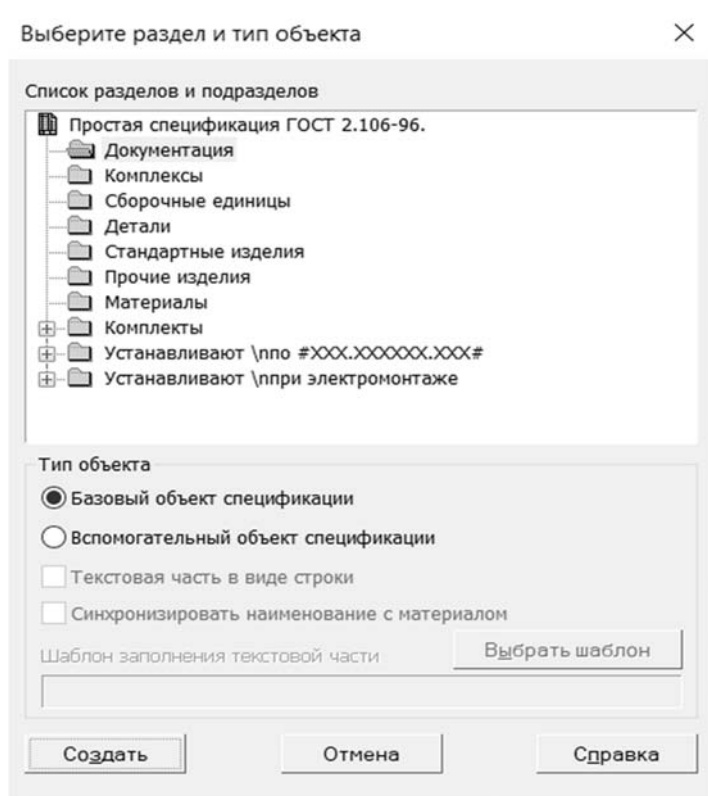
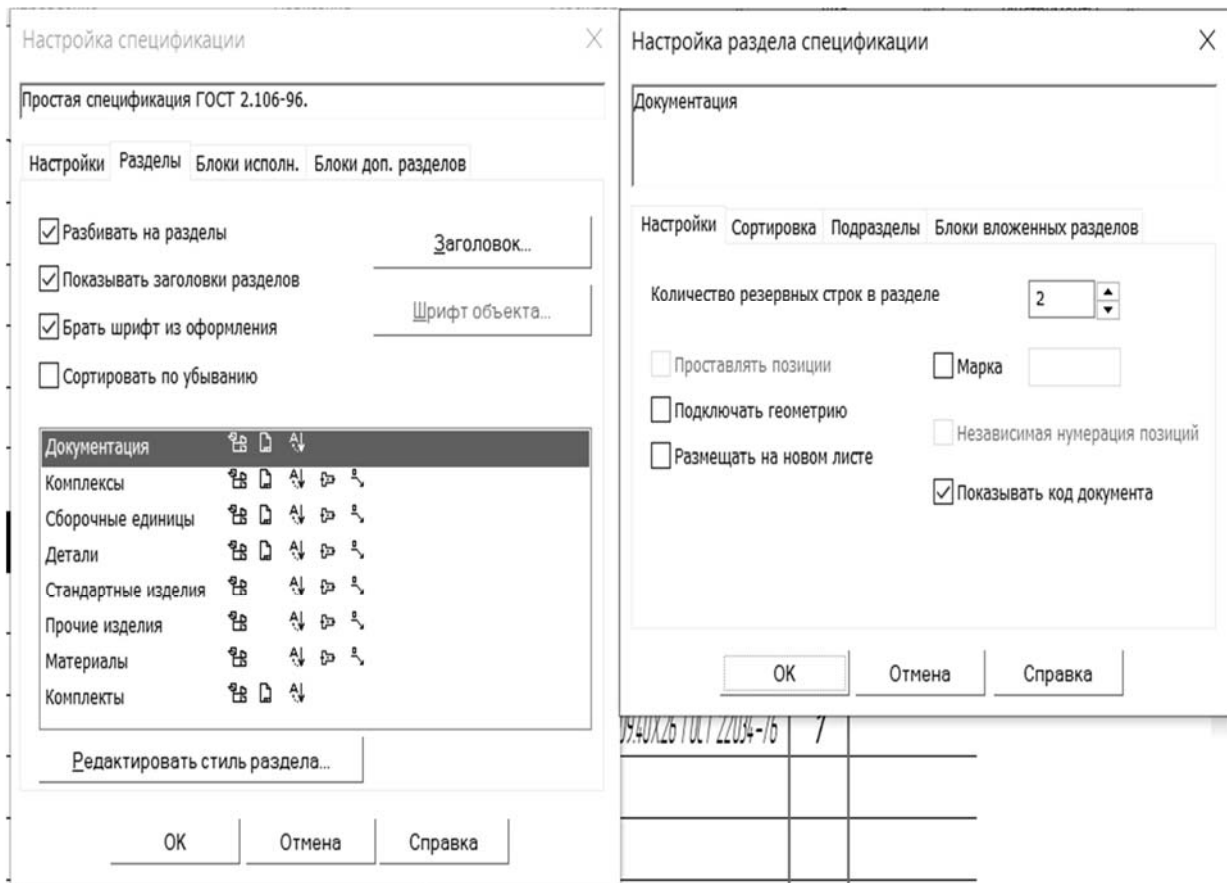

Рисунок 5.5 – Разделы спецификации
Рисунок 5.9 – Подбор количества резервных строк спецификации
2) на панели инструментов выбрать **Объекты**. С активацией его подменю **Добавить раздел** появляется окно с перечнем возможных разделов спецификации (рисунок 5.5). Выбирая требуемые, происходит их добавление в шаблон и идет заполнение строк необходимой информацией.
3) при добавлении разделов спецификации по умолчанию в нем создается несколько резервных строк. Они располагаются ниже обязательной свободной строки. Для их удаления следует на панели инструментов выбрать **Управление**, затем **Настройки спецификации**. Далее, войдя в окно разделов спецификации (см. рисунок 5.5), выбрать требуемые для корректировки и активировать их двойным кликом. Появится панель настройки раздела спецификации (рисунок 5.9), в которой и задается нужное количество резервных строк;